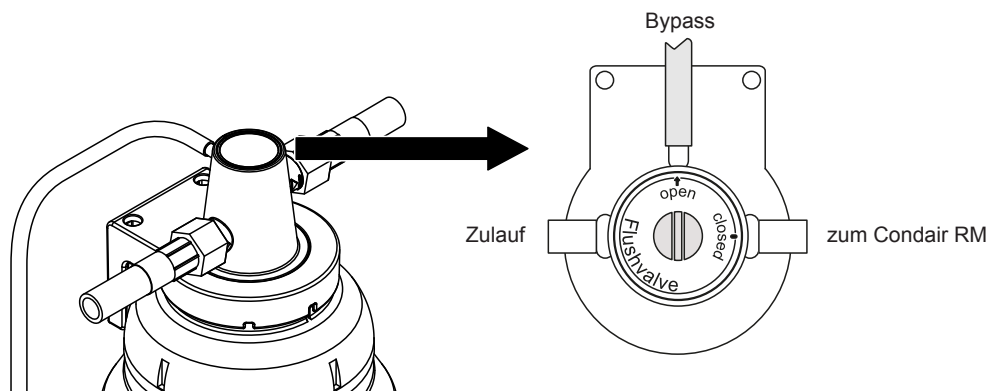

Abb. 15: Ventil auf "Bypass" einstellen (Spülstellung)
10. Das Ventil am Filterkopf so einstellen, dass "open" auf den "Bypass" zeigt (Spülstellung, siehe Abb. 15).